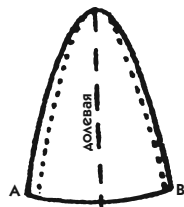

Рис. 526
- Скопируйте маленький треугольник, который образовался вследствие наложения деталей между засечками А и В (рис. 526).
- Если линии, отходящие от засечек А и В, имеют различную кривизну, как указано пунктиром на рис. 526, выровняйте их (из эстетических соображений).